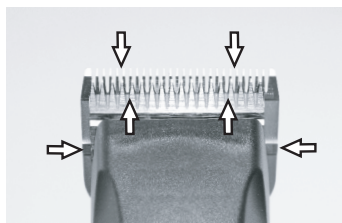

Fig. 24
Para conseguir un buen resultado de esquila y para alargar la duración de la esquiladora, es imprescindible aplicar una fina capa de aceite sobre las cuchillas superior y inferior (fig. 24).
- Lubrique los peines suficientemente durante el esquila (como mínimo cada 15 minutos), para que no marchen en seco (fig. 24).
Es necesario lubricar los peines antes, durante y después de cada uso. Si los peines dejan rayas, es una señal segura que necesitan aceite. Aplique algunas gotas de aceite de frente y lateralmente de los peines (flechas fig. 24). Quite el aceite sobrante por un pañuelo suave y seco. Aerosoles lubricantes no contienen suficientemente aceite para una buena lubricación, pero son convenientes para la refrigeración de los peines. Cambie de inmediato peines dañados o dentados a fin de evitar heridas.